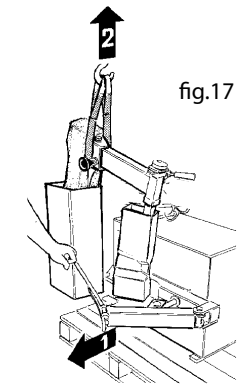

fig.17
- Aprire il braccio stallonatore come da fig.17 e sollevare il palo con un paranco (2).
- Open the bead breaking arm as shown in fig.17 and raise the column with a hoist (2).
- Ouvrir le bras détalonneur selon la fig.17 et lever la potence au moyen d'un treuil (2).
- Die Abdrückkralle wie in Abb. 17 öffnen und die Tragsäule mit einem Flaschenzug hochziehen (2).
- Abra el brazo destalonador como muestra la fig. 17 y levante la columna con un gato (fig.17) (2).